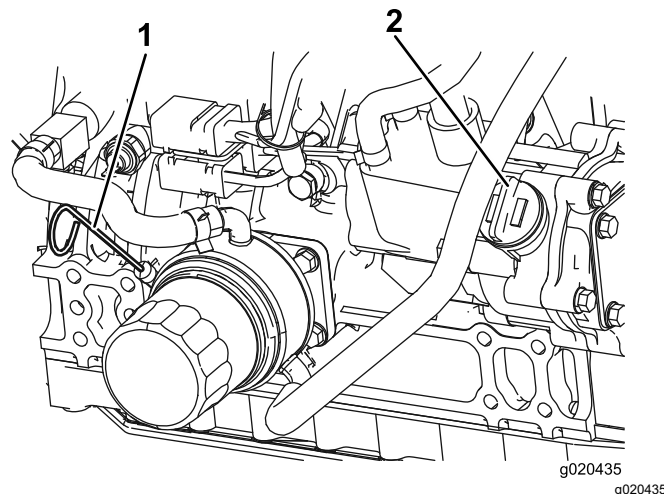

Figura 73
Il livello dell'olio deve trovarsi tra i parametri di sicurezza (Figura 73).
4. Se l'olio non raggiunge i parametri di sicurezza, togliete il tappo di riempimento (Figura 73) e aggiungete olio finché il livello non raggiunge la tacca Pieno.